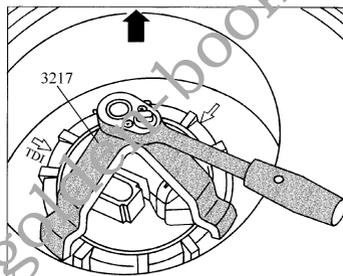

图1-19 用3217拧下锁紧螺母
8) 如图1-19所示,用3217拧下锁紧螺母。
2) 用 $80\text{N}\cdot\text{m}$ 拧紧锁紧螺母(图 1-19)。